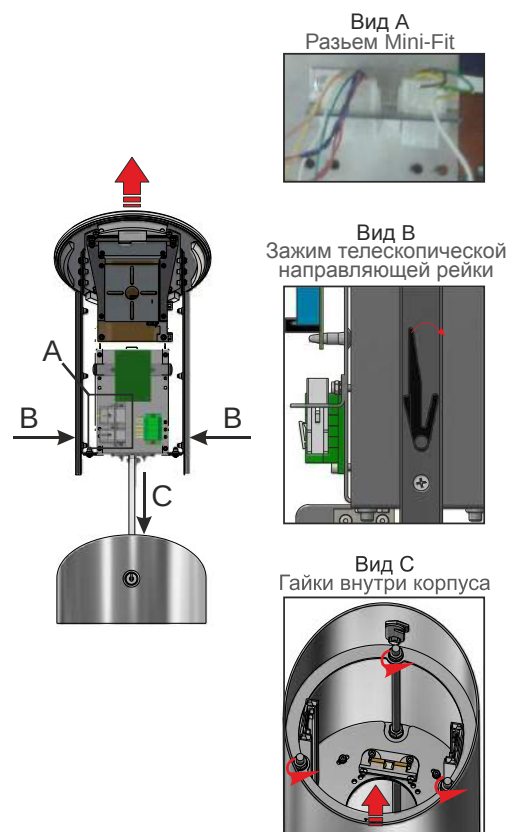

Рис.9 –Снятия механизма картоприемника
9) Отсоедините разъемы **12** (разъемы Mini-Fit) (Рис. 9, вид А)
10) Вытащите механизм коллектора карт нажимая на зажимы **10** (Рис. 9, вид В) направляющих реек **8** с двух сторон картоприемника для обеспечения доступа к крепежу **17**, фиксирующим корпус **5**.
11) Отвинтите гайки крепежа **17** (Рис. 9, вид С) от шпилек каркаса и снимите корпус (трубу) .